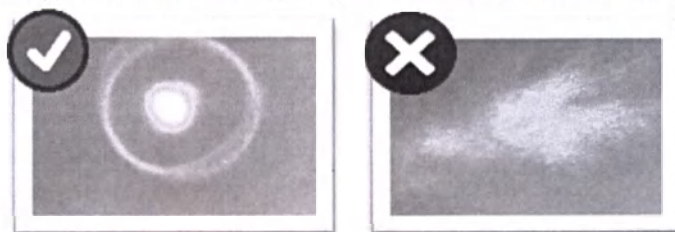

Рис. 3. Проверка дистального конца инструмента волоконного инструмента с торцевым выходом
- Оцените качество скола волоконного инструмента по внешнему виду лазерного пятна. Четко очерченный круг указывает на высокое качество скола (Рис.3).